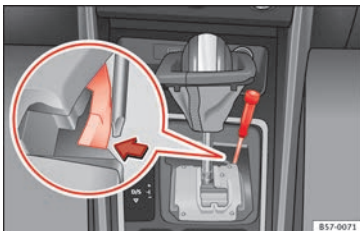

Fig. 58 Levier sélecteur : déverrouillage d'urgence de la position de parking.
- Avec un tournevis, appuyez latéralement sur la languette jaune de déverrouillage et maintenez la pression » **fig. 58** .